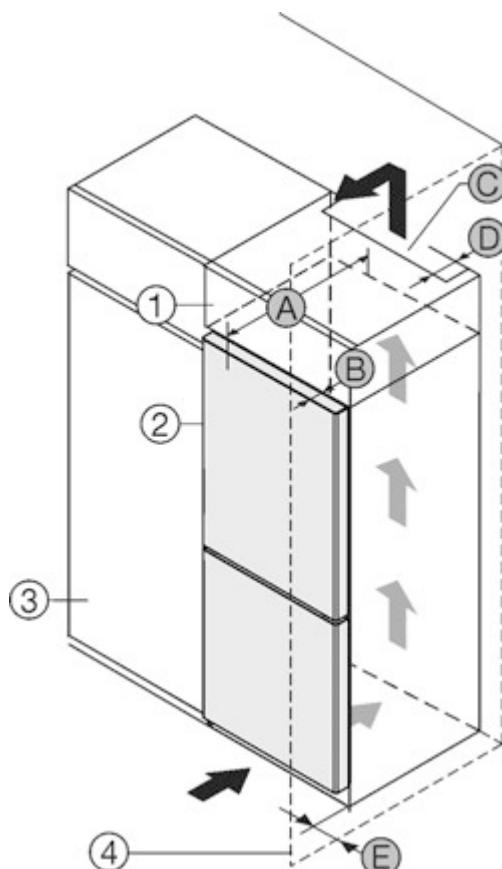

Fig. 1
Ви можете встановити пристрій безпосередньо поряд із кухонною шафою Fig. 1 (3).
Зі зворотного боку шафи для встановлення на пристрій слід передбачити вентиляційну шафу завглишки Fig. 1 (D) на всю ширину цієї шафи.
Слід дотримуватись вентиляційного отвору Fig. 1 (C) в стелі приміщення.
Якщо пристрій із шарнірами встановлюється поряд зі стіною Fig. 1 (4), відстань між пристроєм і стіною повинна бути не менше 13 мм .
Якщо пристрій із шарнірами встановлюється поряд зі стіною Fig. 1 (4), відстань між пристроєм і стіною повинна бути не менше 20 мм .
Щоб мати можливість повністю відкривати дверцята, потрібно, щоб пристрій виступав на відстань глибини дверцят Fig. 1 (B) відносно передньої панелі кухонної шафи. Залежно від глибини кухонних шаф Fig. 1 (3) та використання пристінних розпірок пристрій може ще більше виступати вперед.